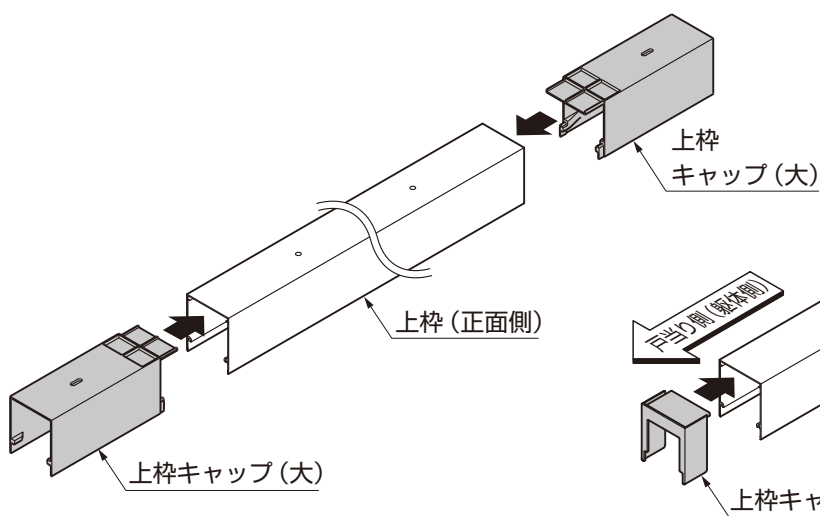

図6-15 正面側
- ① 正面側の上枠の両端に上枠キャップ (大) をはめ込んでください。(図6-15参照)